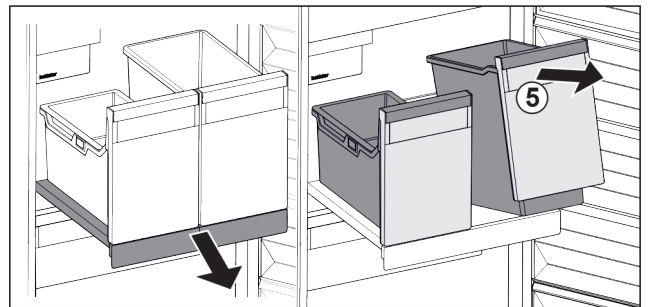

Fig. 89
- Nosta säiliötä Fig. 89 (5) edestä.